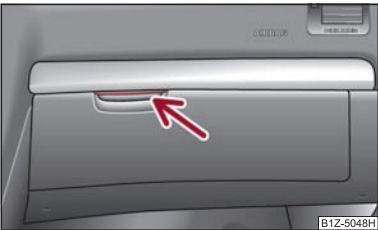

Fig. 71 Cuadro de interruptores: Compartimento guardaobjetos en el lado del acompañante
- Presione el asidero de la tapa ⇒ fig. 71 - la tapa se abatirá hacia abajo.